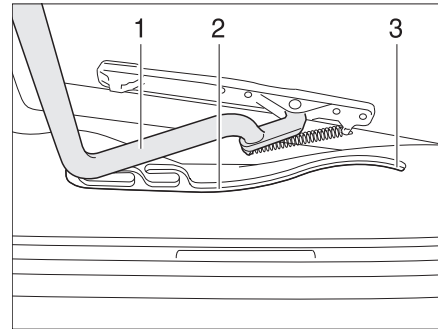

Bild 42 Heki-Dachhaube, Führung
- Den Bügel (Bild 42,1) in den Führungen (Bild 42,2) bis in die hinterste Position (Bild 42,3) ziehen.
- Den Bügel (Bild 42,1) mit beiden Händen leicht nach oben drücken.
- Den Bügel in den Führungen (Bild 42,2) bis zur gewünschten Stellung ziehen.